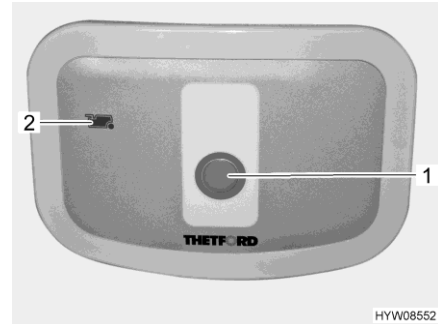

Fig. 139 Bouton pour la chasse d'eau/voyant de contrôle (toilettes Thetford)
- Pour actionner la chasse d'eau, appuyer sur le bouton bleu (Fig. 139,1).
Le voyant de contrôle (Fig. 139,2) s'allume lorsque le réservoir pour matières fécales doit être vidé.